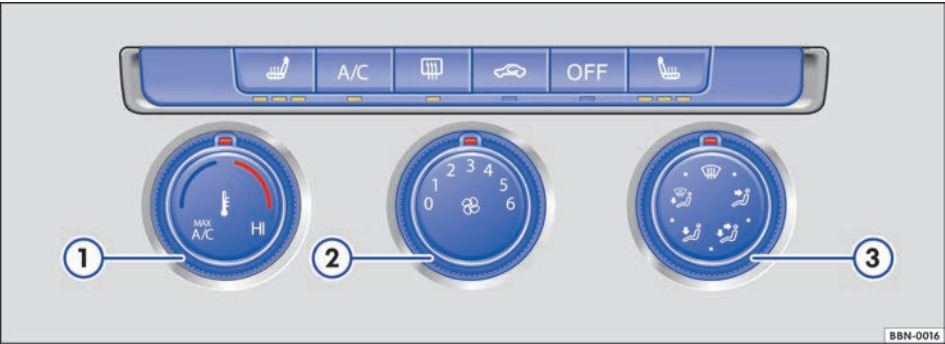

图 148 中央副仪表盘：半自动空调系统操作机构
按钮、调节器	辅助信息。半自动空调系统 ⇒ 图 148。
- 将空气分配旋钮 ③ （ ⇒ 图 148）旋至  档。
- 将鼓风机转速调节旋钮 ② （ ⇒ 图 148）旋至 4 档或 5 档。
- 将温度调节旋钮 ① （ ⇒ 图 148）右旋到止位。
- 按需要，调节温度调节旋钮 ① （ ⇒ 图 148），设定合适温度。
- 将鼓风机转速调节旋钮 ② （ ⇒ 图 148）旋至 3 或 4 档。